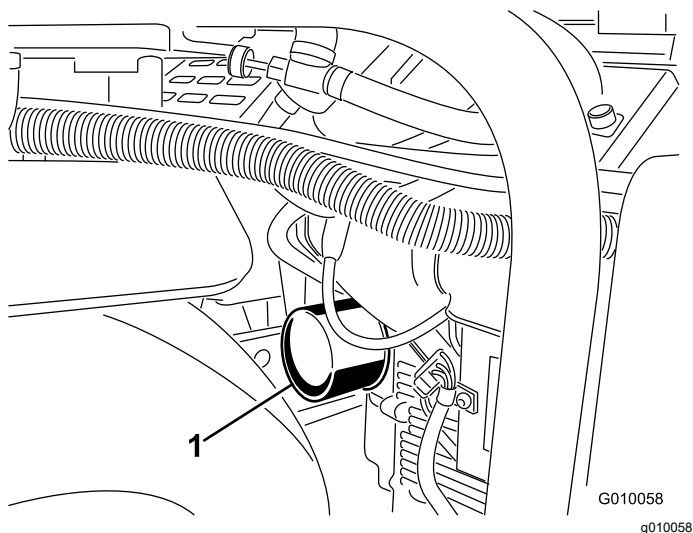
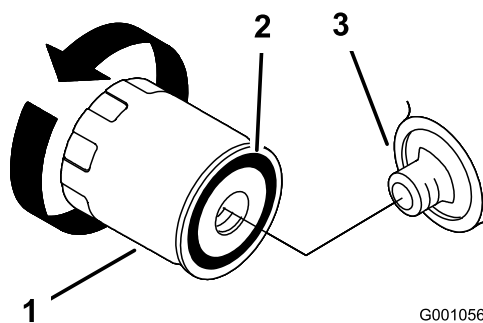

Figura 45
Figura 46
5. Coloque un recipiente poco hondo o un paño debajo del filtro para recoger el aceite (Figura 45).
6. Retire el filtro usado (Figura 45 y Figura 46) y limpie con un paño la superficie de la junta del adaptador del filtro.